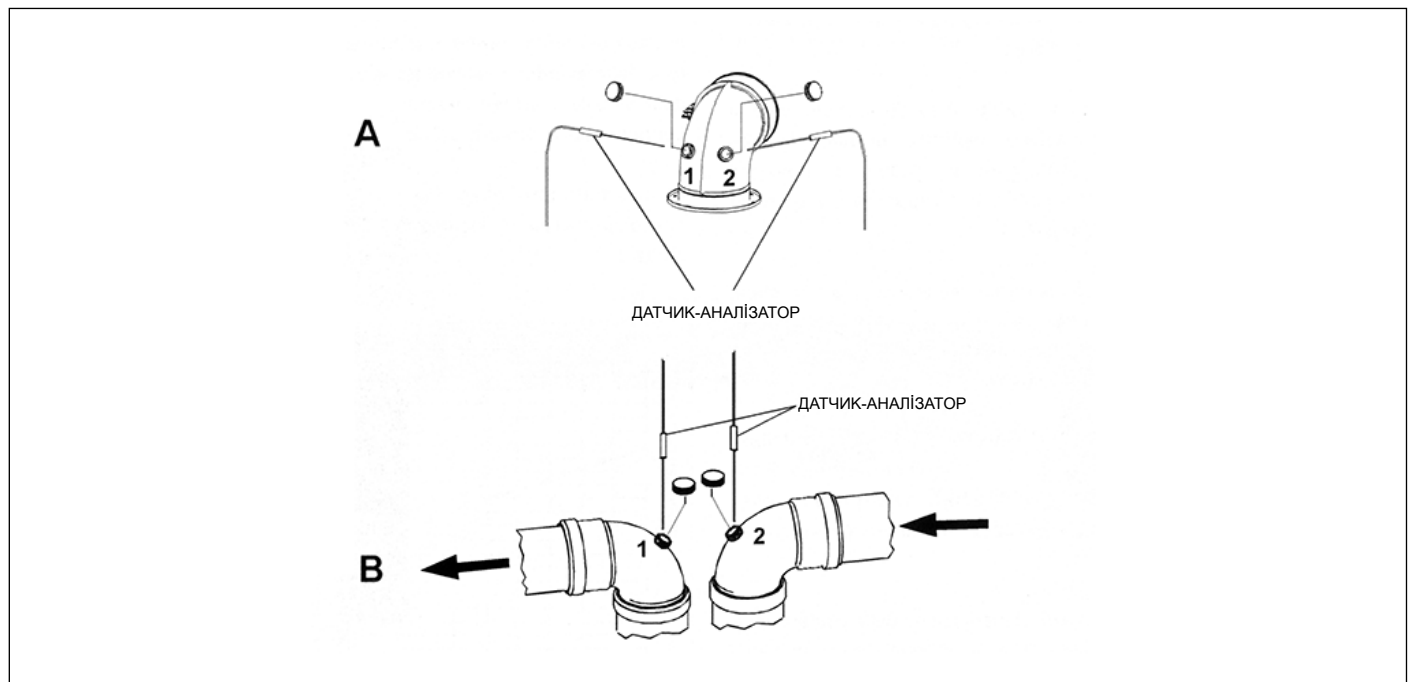

Рис. 14 Точки введення зондів при вимірюванні ККД
- виміряти температуру повітря через отвір 1 (див. відпов. (А) Рис. 14 Точки введення зондів при вимірюванні ККД , для котлів з закритою камерою згоряння з димохідом обладнаним пробовідбірниками).
- виміряти температуру димових газів і вміст CO2 через отвір 2 (див. відпов. (А) Рис. 14 Точки введення зондів при вимірюванні ККД , для котлів з закритою камерою згоряння з димохідом обладнаним пробовідбірниками).
- виміряти температуру повітря через отвір 2 (див. відпов. (В) Рис. 14 Точки введення зондів при вимірюванні ККД , для закритої камери згоряння з димохідом обладнаним пробовідбірниками).
- виміряти температуру димових газів і вміст CO2 через отвір 1 (див. відпов. (В) Рис. 14 Точки введення зондів при вимірюванні ККД , для котлів з закритою камерою згоряння з димохідом обладнаним пробовідбірниками).